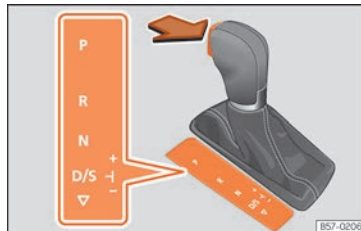

Fig. 219 Bloqueo de la palanca selectora.
- Pise el pedal de freno y, a la vez, mantenga pulsada la tecla de bloqueo en el sentido que indica la flecha » » » **fig. 219**.